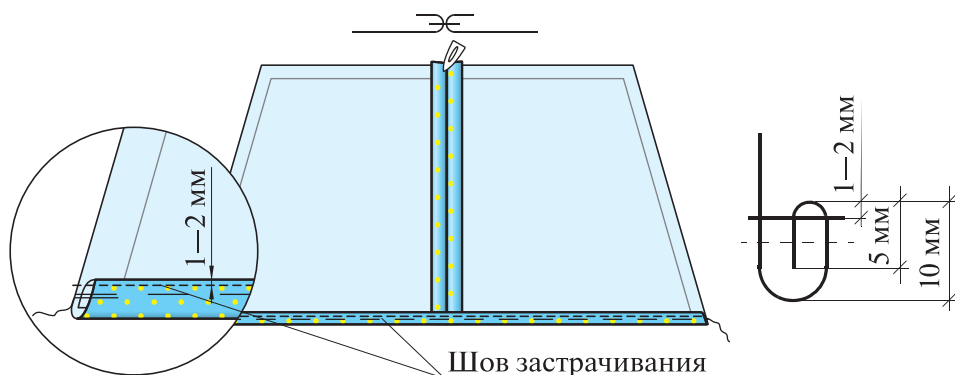

Рис. 6.36. Соединение деталей обтачки.
3. Подогните нижний срез обтачки на изнаночную сторону на 5 мм, заутюжьте. Затем ещё раз подогните припуск на 10 мм точно по контурной линии, заутюжьте и заметайте на расстоянии 3 мм от сгиба. *Застрочите* на расстоянии 1–2 мм от первого сгиба (рис. 6.36). Удалите СВН, приутюжьте.